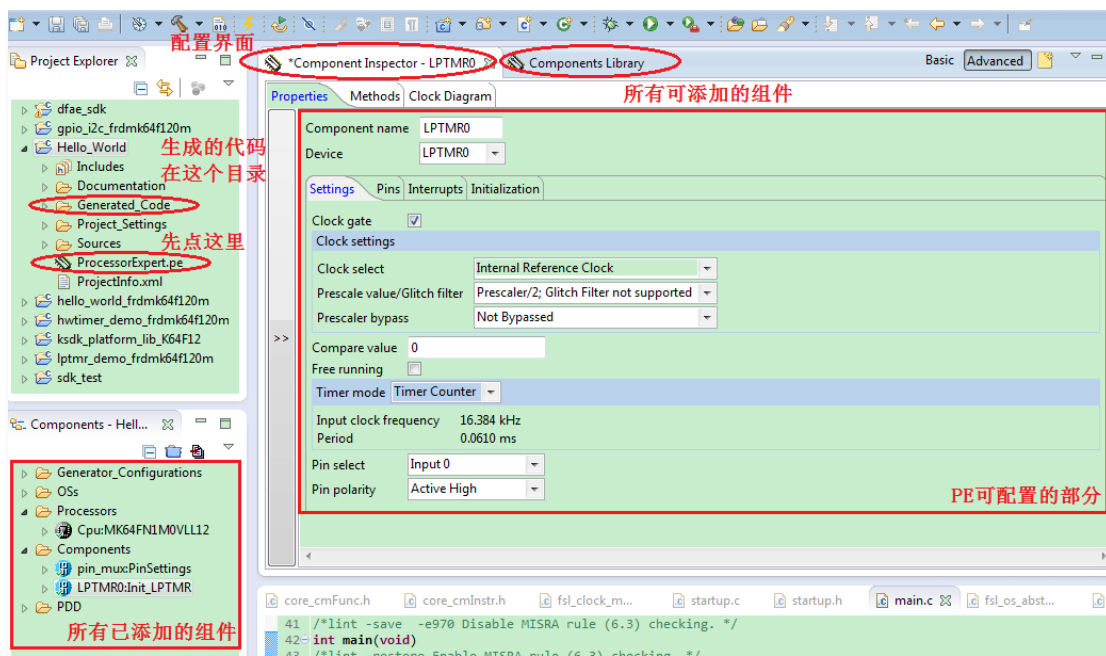

图 133 PE的配置主界面
1. 首先，整个PE的配置主界面如图 133所示。
2. 在PE中，MCU的某个外设模块或功能模块称为一个Component（部件）。当用户需要使用哪个模块或功能时，在图 133的“Component Library”窗口中添加即可，步骤如图 134所示。